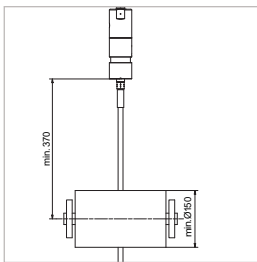

Abbildung 1
- ▶ Verwenden Sie das WEH® Produkt ohne WEH® Zapfsäulenhalterung, so muss die erste Umlenkrolle im Abstand von mindestens 370 mm zur Unterkante der Abreißsicherung installiert werden (*Abbildung 1*).